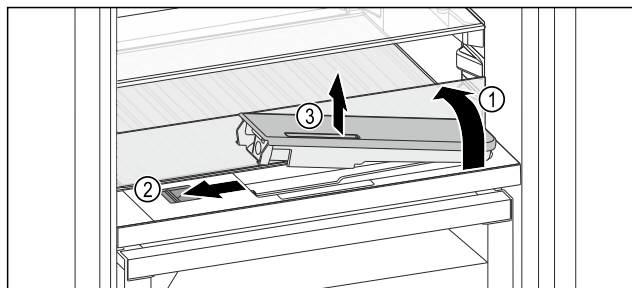

Fig. 154
- Glasplatte anheben und bis zum Anschlag nach hinten klappen Fig. 154 (1).
- Schieber Fig. 154 (2) nach links schieben.
- Wassertank entnehmen Fig. 154 (3).